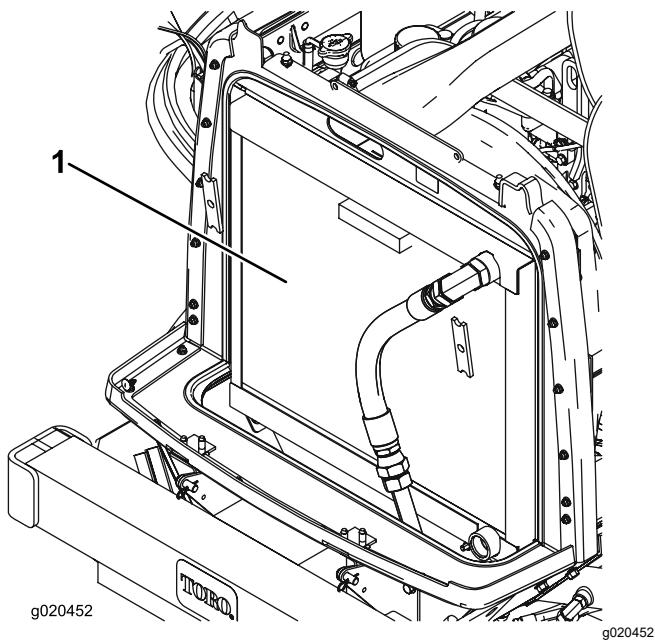

Bild 73
3. Reinigen Sie beide Seiten des Kühlers bzw. Ölkipper gründlich mit Druckluft (Bild 73).